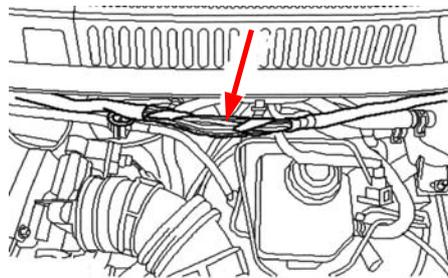
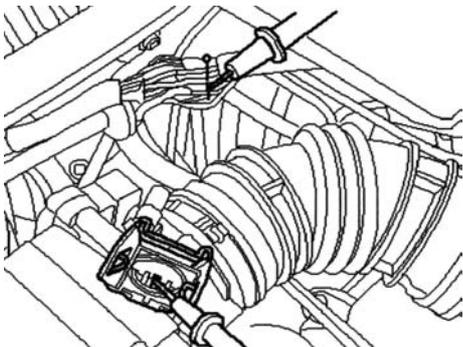

Figure 2
Figure 3
- Enlever l'isolation du faisceau de câbles (en haut dans le compartiment moteur, voir figure 2). Comme on retrouve plusieurs fois les couleurs des câbles du capteur dans le faisceau (câble blanc 2x, câble marron-rouge 2x), identifier les bons câbles à l'aide d'un multimètre (contrôle de continuité, voir figure 3).